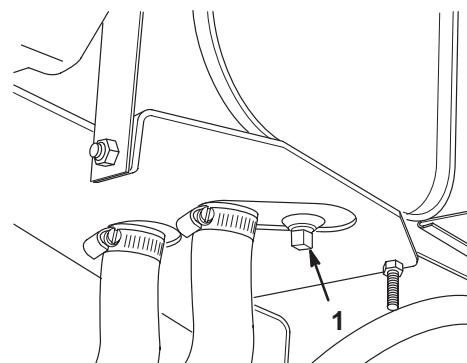

Figure 41
- Enlevez le bouchon de vidange du réservoir (Fig. 41) et laissez l'huile s'écouler dans un bac de vidange. Revissez le bouchon de vidange en place lorsque toute l'huile s'est écoulée.